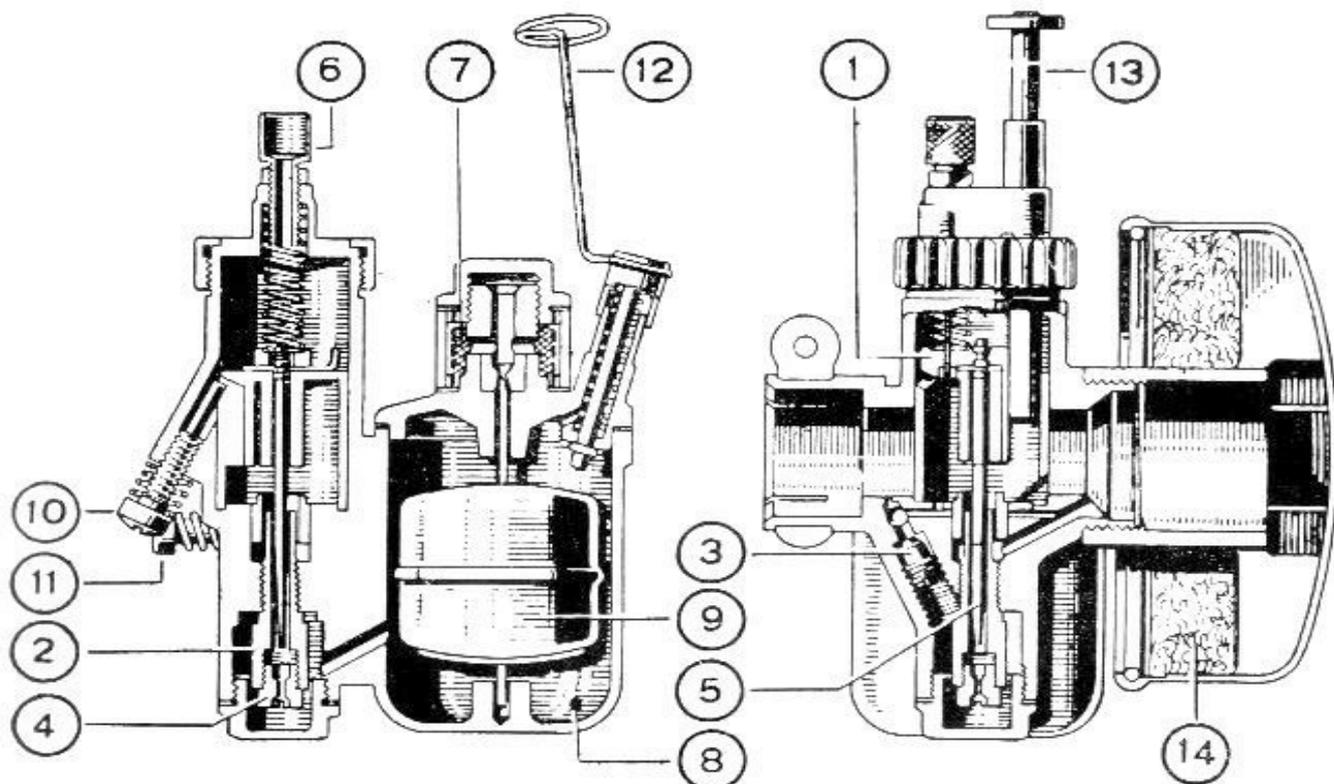

Fig. 11 - Sezione del carburatore.
- abbassare la leva dello starter (13 fig. 11), avendo cura di portarla nella posizione primitiva, non appena il motore è in moto.
- premere l'astina (12) sulla vaschetta del carburatore, a più riprese, per richiamare miscela.
Si consiglia la sostituzione dello spillo conico (5 fig. 11) e della relativa sede, quando si nota un sensibile aumento nel consumo di carburante, in genere ogni 4/5000 Km.
- che la **valvola gas** (1 fig. 11) scorra perfettamente nella camera miscela. In caso di eccessivo gioco sostituirla.
- che lo **spillo conico** (5) non presenti palesi segni di usura lungo la sua parte conica e nelle tacche di fissaggio. In tal caso provvedere alla sua sostituzione;
- che il **polverizzatore** (2) sia ben conservato nella parte calibrata, nella quale entra lo spillo conico. Questo controllo è bene farlo eseguire da personale specializzato.
- che il **getto massimo** (4) e **minimo** (3) non vengano mai manomessi, allo scopo di ripassare la taratura;
- che la **vaschetta a livello costante** (8) funzioni perfettamente; elemento indispensabile per ottenere una corretta carburazione.